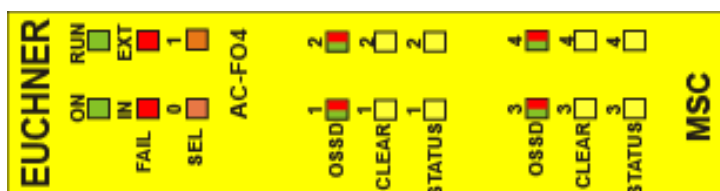

Figure 21:
8.3.9. Module AC-F04 (Figure 21)